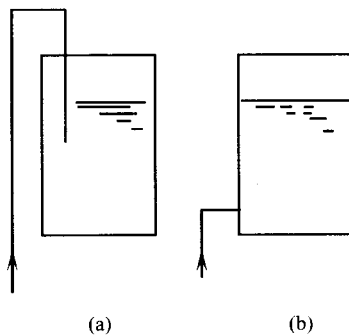

图 1-13
- ① 管道等径, 滞流流动
- ② 管路平直, 管道等径
- ③ 平直管路, 滞流流动
- ④ 管道等径, 管路平直, 滞流流动
68. 要将流体从某设备输入图 1-13 所示设备中, 进设备的管路按_____安装输液能耗较低?
- ① (a)种方式安装
- ② (b)种方式安装
- ③ (a)、(b)方式效果一样
- ④ 要根据给设备的压强而定